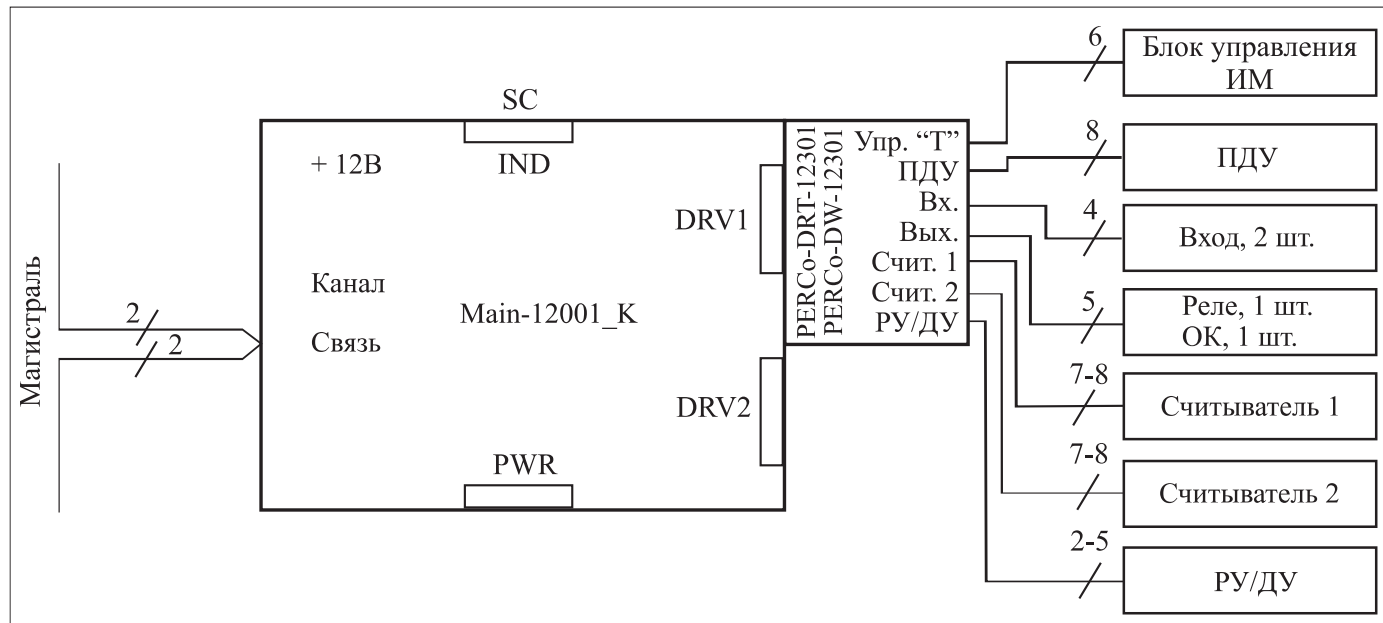

Рисунок 7 – Подключения к PERCo-DRT-12301
2.2.4.4 Драйвер турникета (только SC-12300P) (см. Рисунок 7, Приложение В)
Стойка турникета (см. Рисунок 7, Приложение В)